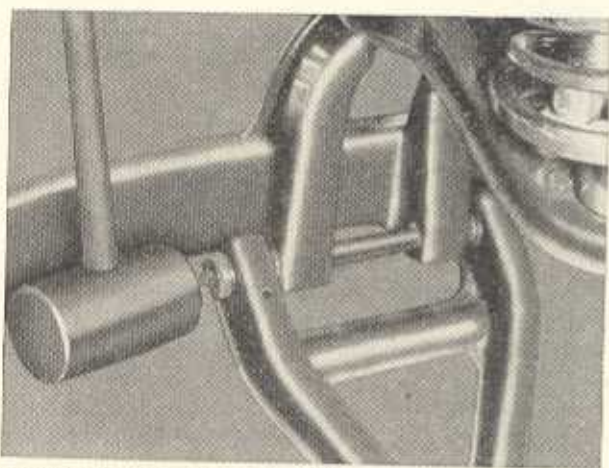

Bild F 34. Heraus schlagen des Bolzens am unteren Querlenker
3. Oberen und unteren Querlenker ausbauen, indem die Kronenmutter M 12 × 1,5 abgeschraubt und die Bolzen vorsichtig zurückgeschlagen und herausgezogen werden (Bild F 34).